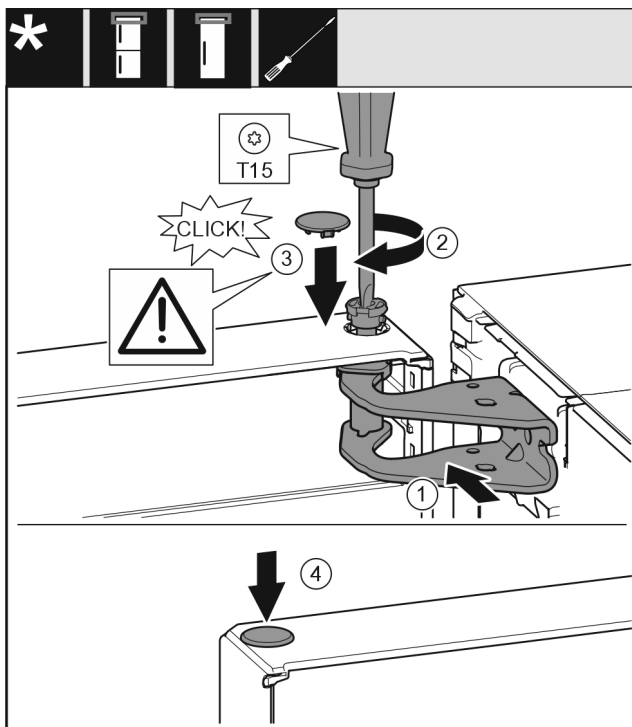

Fig. 21
- ▶ Deur boven uitlijnen op de opening in de lagerbus. Fig. 21 (1)
- ▶ Bouten aanbrengen en met schroevendraaier T15 vastschroeven. Fig. 21 (2)
- ▶ Veiligheidsafdekking voor de veiligheid van de deur monteren: Veiligheidsafdekking aanbrengen en controleren of deze op de deur rust. Anders bout volledig aanbrengen. Fig. 21 (3)
- ▶ Stop aanbrengen. Fig. 21 (4)